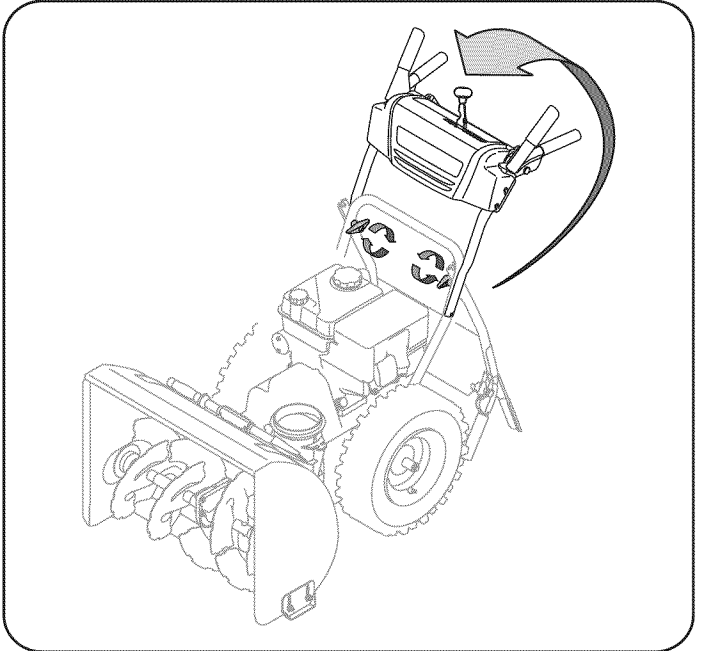

Figura 2
3. Tire hacia arriba y hacia atrás de la manija superior, tal y como se muestra en la Figura 2. Alinee la manija superior con la manija inferior.